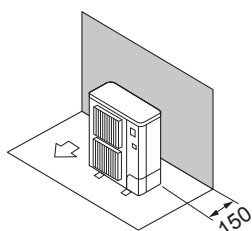

Fig. 2-3
- ① Kun forhindringer bagved (Fig. 2-3)